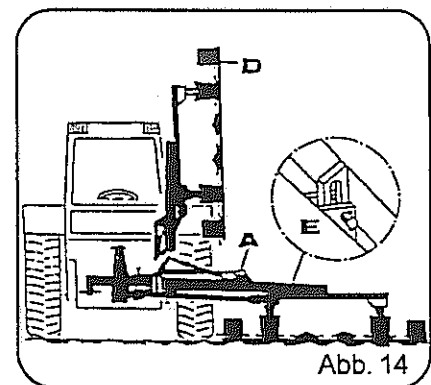

Abb. 14
Besondere Vorsicht ist geboten, wegen Quetschgefahr im Bereich Hubzylinder/Langloch (Abb. 14, Pos. A) und Pendelausgleich (Abb. 14, Pos. E) des Mähbalkens/Langloch (siehe Warnbildzeichen Seite 32, Pos. N).
- Den Dreipunktbock durch die mitgelieferte Anschlagkette so in der Höhe arretieren, daß sich der Bolzen (Abb. 14, Pos. E) am Ausleger in der Mitte des Langlochs befindet. Geräteseitig wird das eine Ende der Anschlagkette an einem freien Unterlenkerzapfen des Dreipunktbockes befestigt. Das andere Ende ist am Traktor so zu befestigen, daß es ein stabiles Teil fest umschlingt.
Der laufende Mäher darf keinesfalls in Transportstellung (Seite 13, Abb. 14, Pos. D) gebracht werden. Sonst Getriebebruch.